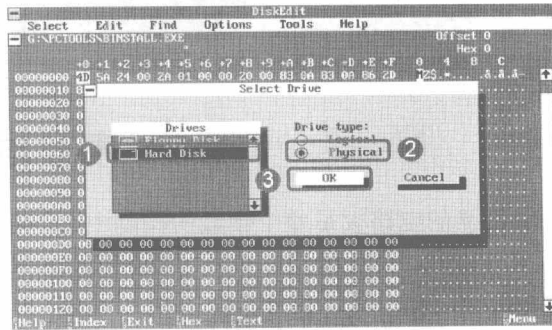

图 8-25 选择硬盘
步骤⑥ 按回车键，然后按【Alt】键，并选择 Select | Drive 选项，打开 Select Drive 对话框，在 Drive type 选项区中选中 Physical 单选按钮，按【Tab】键切换到 Drives 列表框中选择 Hard Disk 选项，如图 8-25 所示。